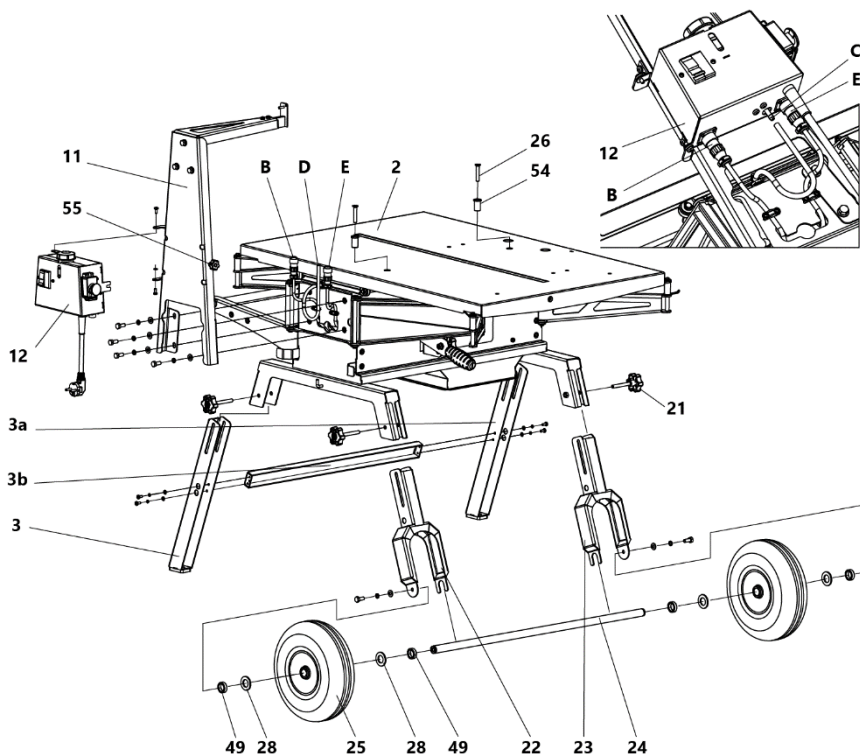

Рисунок 3
- Соедините опоры 3 и 3а (рис. 3) с перемычкой 3b с помощью шайб, винтов и установите на станок, зафиксировав их винтами-барашками 21.
- Закрепите пульт управления 12 (рис. 3) к стойке 11 винтами и винтом-барашком 55.
При использовании педали управления 13 подключите штекер педали вместо штекера E (рис. 3).